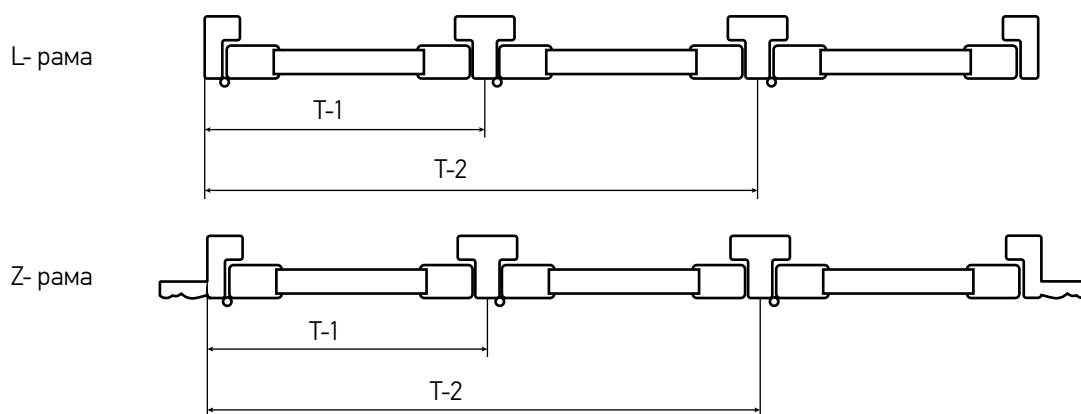

Рис. 18
6.1 Для вертикальной Т-образной рамы измерьте расстояние от крайней левой точки до центра Т-образной рамы (Т1, Т2 и т.д.) (Рис.18)